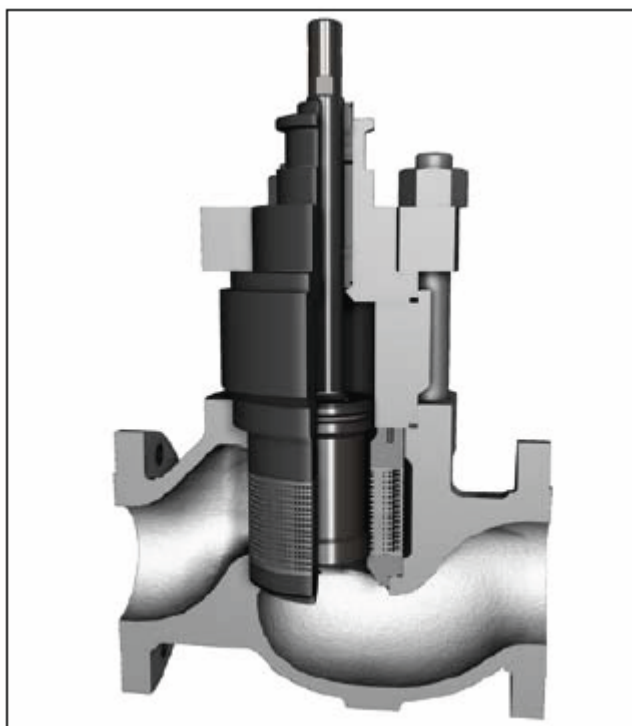

Рисунок 9. Клапан Mark One в сборе с затвором Stealth
- 8.4.1. В затворе Stealth стандартный держатель клапана Mark One заменяется держателем, состоящим из пакета дисков, спаянных между собой (см. рис. 9). Размеры некоторых деталей, включая запорный элемент, седло и крышку, отличаются от размеров соответствующих деталей стандартного клапана Mark One. Сборка и разборка осуществляются по инструкции для стандартного клапана.